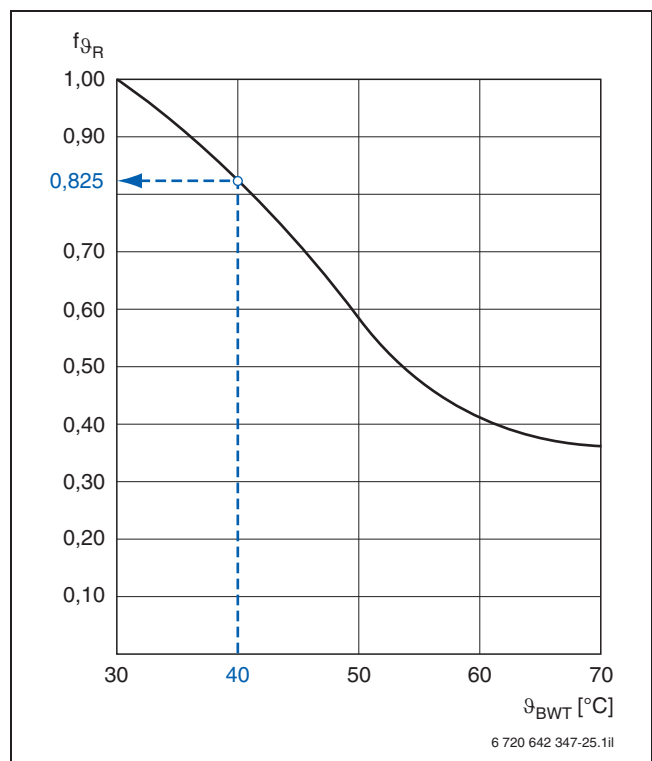

Рис. 29. Коэффициент пересчета номинальной теплопроизводительности при других температурах на входе
$f_{\text{UR}}$  Коэффициент пересчета см. рис. 29
- $f_{\text{UR}} = 0,825$  (см. рис. 29)